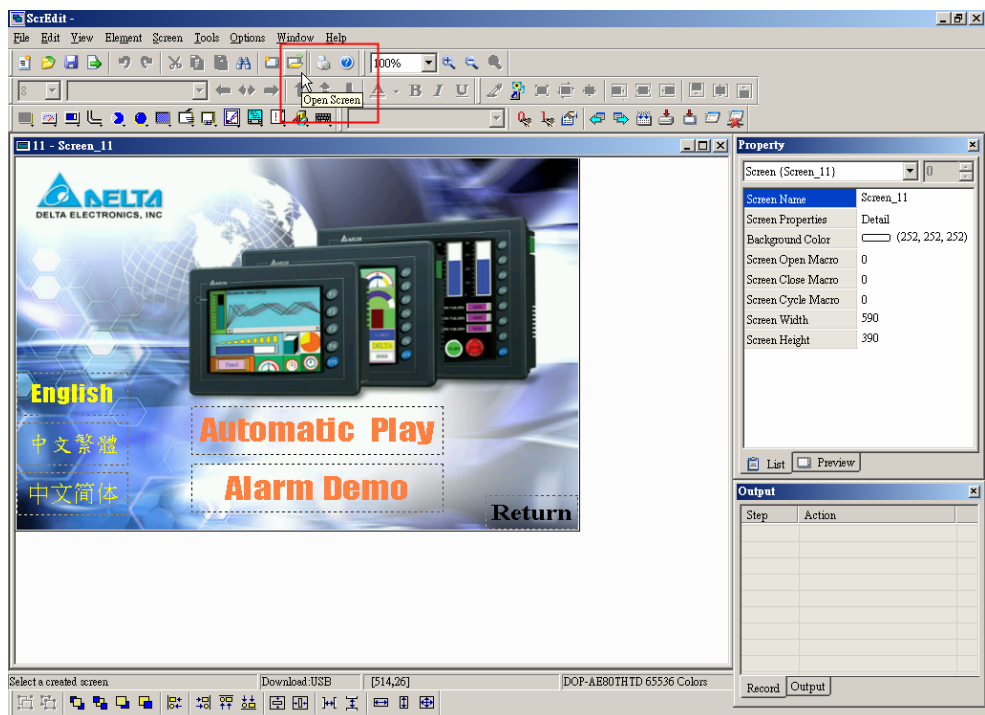
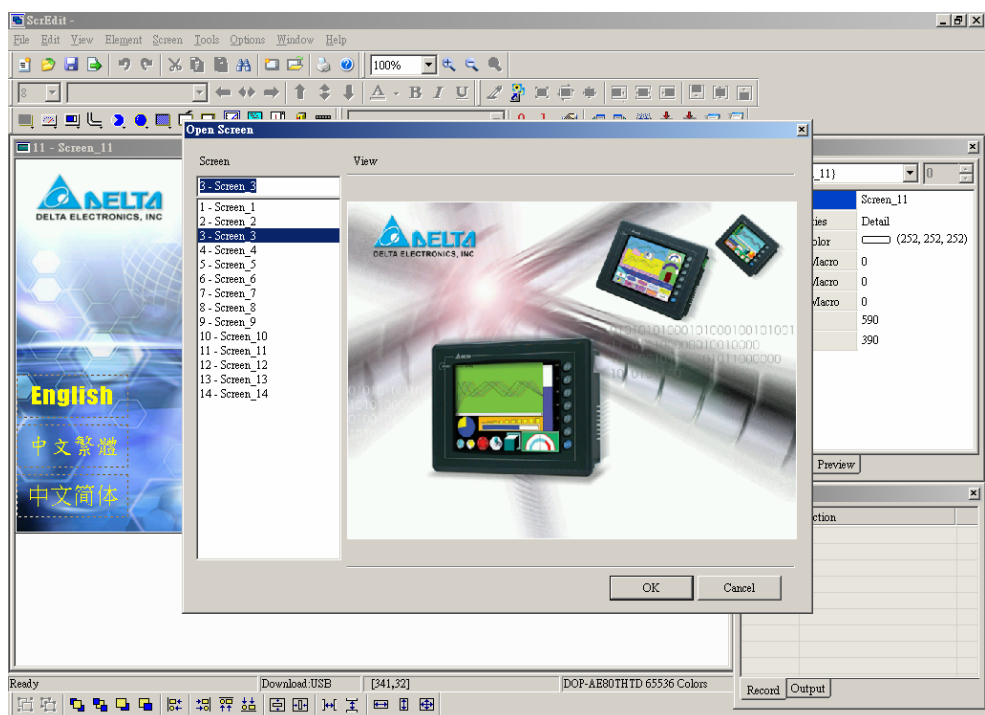

Рис. 2.7.7 Выбор команды "Open Screen" на панели инструментов
Рис. 2.7.8 Диалоговое окно выбора рабочего экрана
2.7.6) в строке меню или значок  (Рис. 2.7.7) на панели инструментов, или используйте горячие клавиши **Shift + O** на клавиатуре ПК. После выбора команды "open screen", откроется диалоговое окно с перечнем всех созданных рабочих экранов в данной прикладной программе с возможностью их предварительного просмотра (Рис. 2.7.8).